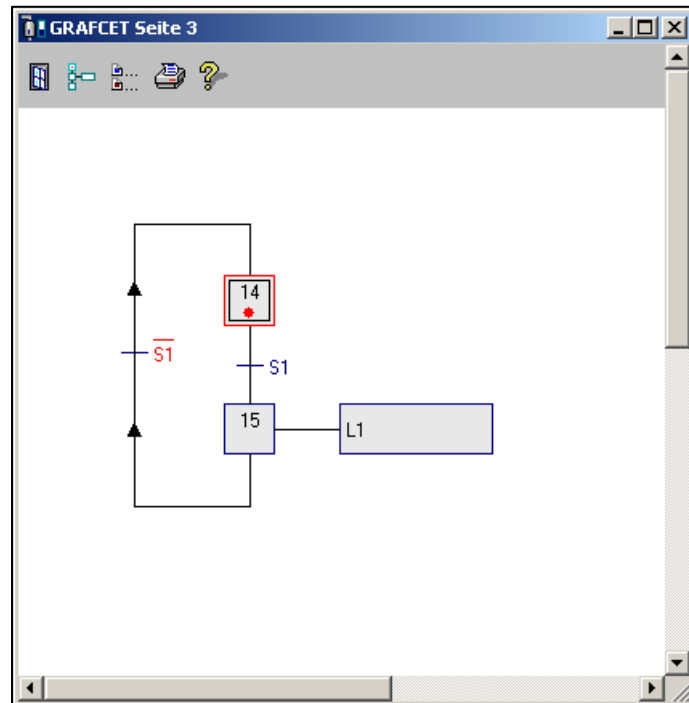

Abb.5 Aktivierter GRAFCET-Plan in der GRAFCET-Ansicht
Der Plan aus Abbildung 5 steht im rot markierten Initialisierungsschritt (14) und wartet bei der folgenden Transitionsbedingung darauf, dass das Signal $S1$ auf 1 (High) geht.